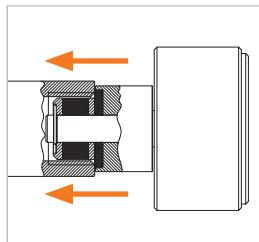

Figure 4
- ▶ Insérez le connecteur dans l'axe dans la pièce d'essai jusqu'à ce que le joint frontal (Pos. 7) entre en contact avec la pièce d'essai (*Figure 4*). Le joint frontal est ainsi préservé des dommages causés par d'éventuels bords saillants de la pièce d'essai et le bon raccordement est garanti.